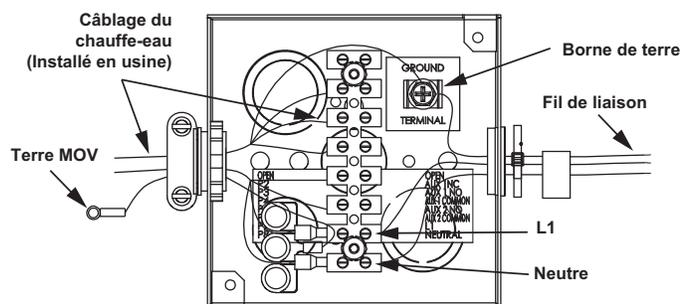

Figure 56. Câblage électrique - Boîte de jonction
Le fil de phase (« chaud ») de 120 V c.a. provenant de l'alimentation électrique se raccorde au fil volant noir ou à la borne « L1 » dans la boîte de jonction et le fil neutre 120 V c.a. se raccorde au fil blanc ou à la borne « Neutre » dans la boîte de jonction pour assurer une polarité correcte. Voir *Figure 56* (page 41).
3. Raccorder le fil de phase (« chaud ») de 120 V c.a. provenant de l'alimentation électrique au fil volant noir ou à la borne « L1 » dans la boîte de jonction située sur le dessus du chauffe-eau. Si le fil noir est utilisé, faire le raccordement à l'intérieur de la boîte de jonction avec un serre-fils de bonne dimension. Envelopper le serre-fils et l'extrémité du fil de ruban isolant. Voir la boîte de jonction à la *Figure 56* et le schéma de câblage à la *Figure 67* (page 68).
5. Raccorder le fil de neutre 120 V c.a. provenant de l'alimentation électrique au fil volant blanc ou à la borne « Neutre » dans la boîte de jonction située sur le dessus du chauffe-eau. Si le fil blanc est utilisé, faire le raccordement à l'intérieur de la boîte de jonction avec un serre-fils de bonne dimension et enrouler du ruban isolant autour du serre-fils et de l'extrémité du fil. Voir la boîte de jonction à la *Figure 56* et le schéma de câblage à la *Figure 67* (page 68).
7. Raccorder le fil de terre provenant de l'alimentation électrique à la cosse de mise à terre à l'intérieur de la boîte de jonction. Voir la boîte de jonction à la *Figure 56* et le schéma de câblage à la *Figure 67* (page 68).